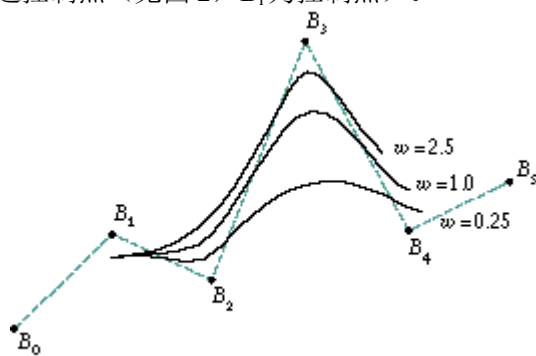

图 2 曲线随权因子变化
- (2) 权因子 $R_i (R_i > 0)$: 确定控制点的权值, 它相当于控制点的“引力”, 其值越大曲线就越接近控制点 (见图 2, B_i 为控制点)。